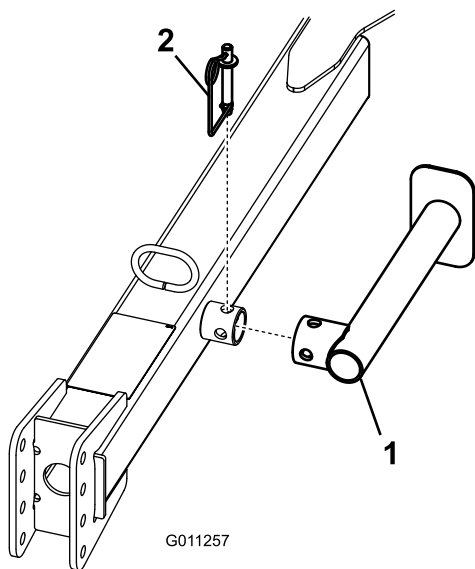

図 9
3. スプリングピンを外し、ジャッキを下げてもう一度スプリングを取り付ける 図 9。